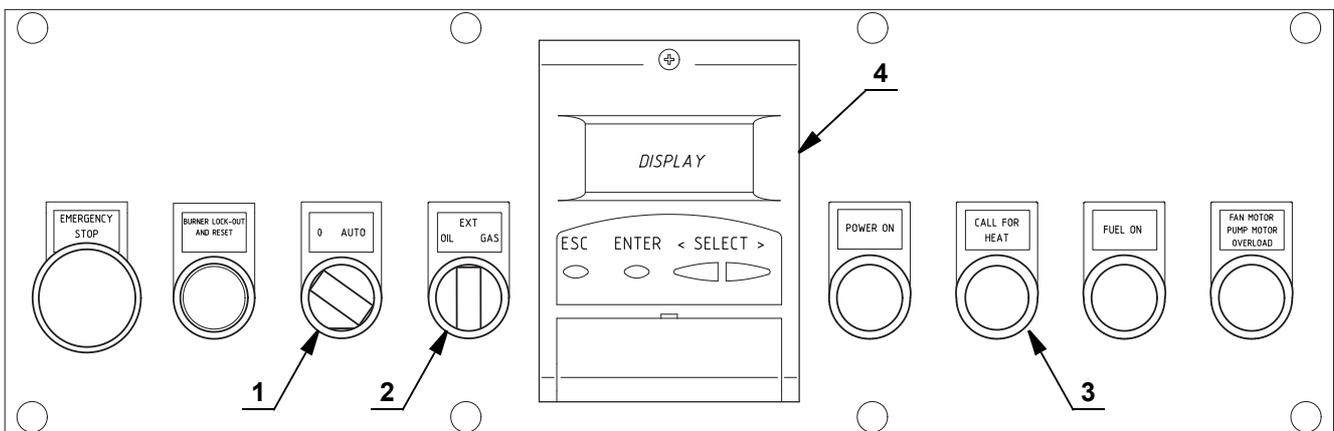

Abb. 32
Den Wahlschalter 1 (Abb. 32) auf "AUTO" stellen.
Schließen Sie die Fernsteuerungen und stellen Sie den Wahlschalter 1) (Abb. 32) auf "AUTO".
- 1 mit der Vorrichtung AZL 4(Abb. 32);
Wenn der Wahlschalter 2)(Abb. 32) auf "EXT" positioniert ist, ist die Fernauswahl des Brennstoffes aktiviert. Wenn kein Fernwahlschalter vorhanden ist, zeigt das Display in dieser Position den prioritären Brennstoff an.